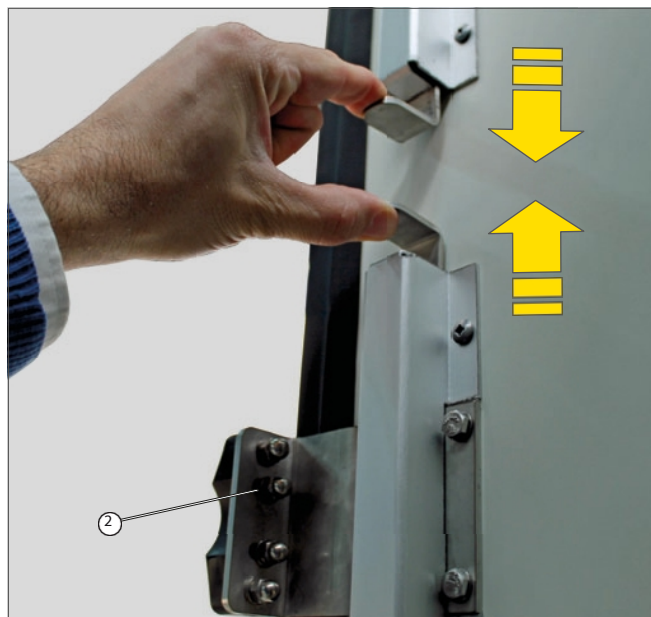

Fig. 8 Kontrollera säkringspunkterna
- Rengör vid behov fångfickan (Fig. 8/1) - den ska vara fri från fett.
- Kontrollera att påskjutsfästets (Fig. 8/2) skruvförband är ordentligt åtdragna.